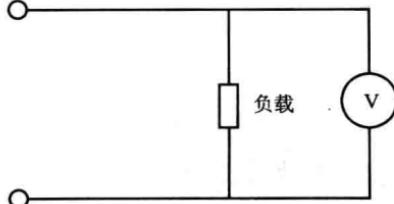
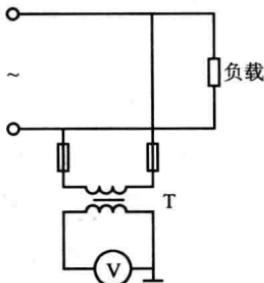

图 1-5 交流电压的测量
图 1-6 用互感器扩大交流电压表量程
1. 交流电压的测量 在测量量程范围内将电压表直接并入被测电路即可,如图 1-5 所示。如果被测电路的电压过大,那么可用电压互感器来扩大交流电压表的量程,如图 1-6 所示。